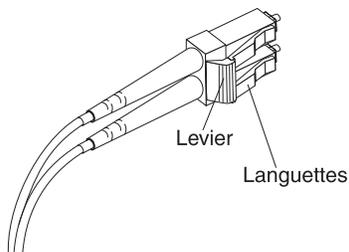

Figure 27. Levier et dispositifs de verrouillage du câble Fibre Channel LC-LC
1. A l'extrémité du câble qui se connecte dans le connecteur LC du câble adaptateur LC-SC, appuyez sur le levier et maintenez-le enfoncé pour libérer les dispositifs de verrouillage. La figure 27 présente l'emplacement du levier et des dispositifs de verrouillage.